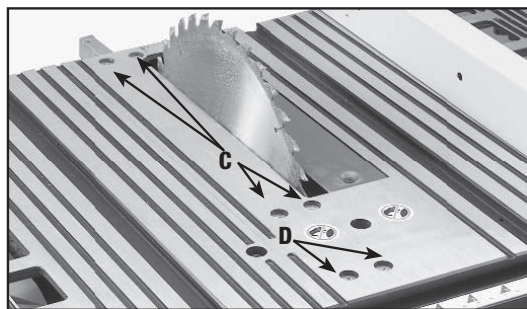

Fig. 37
5. Si las medidas delanteras y traseras (Figuras 35 y 36) no son idénticas, ajuste la hoja. Comience por aflojar las tuercas debajo de los cuatro tornillos de la mesa (C), Fig. 37. Luego afloje los tornillos (C). Mueva con cuidado la hoja de la sierra hasta que quede paralela a la ranura de la guía de inglete. Una vez hecho esto, apriete con firmeza las cuatro tuercas debajo de los cuatro tornillos (C), Fig. 37.
NOTA: Si no se puede obtener una regulación suficiente al aflojar los tornillos (C), Fig. 37, afloje el tornillo (D), Fig. 37, según sea necesario para realizar el ajuste.